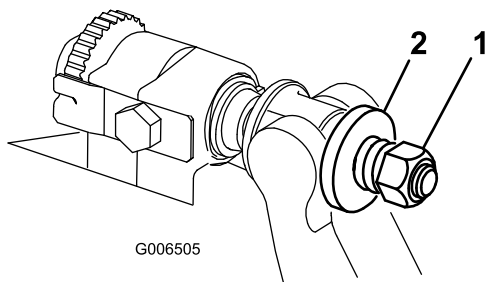

Figure 32
- Serrez l'écrou de tension du ressort jusqu'à ce que les spires soient jointives, puis desserrez-le d'un demi-tour (Figure 32).